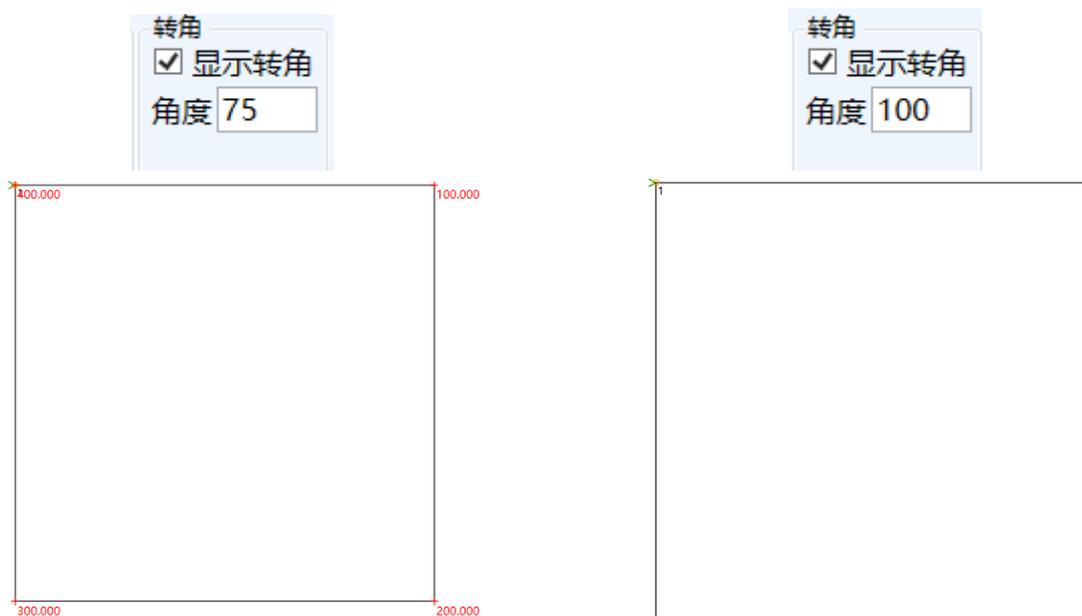

图 5.6.10c 转角显示操作示意
②将设定值输入到“角度”参数框中，此处以 75 和 100 为例。按回车后符合设定值的角度位置则会显示数值，不符合的则不显示。如下图 5.6.10c 所示。